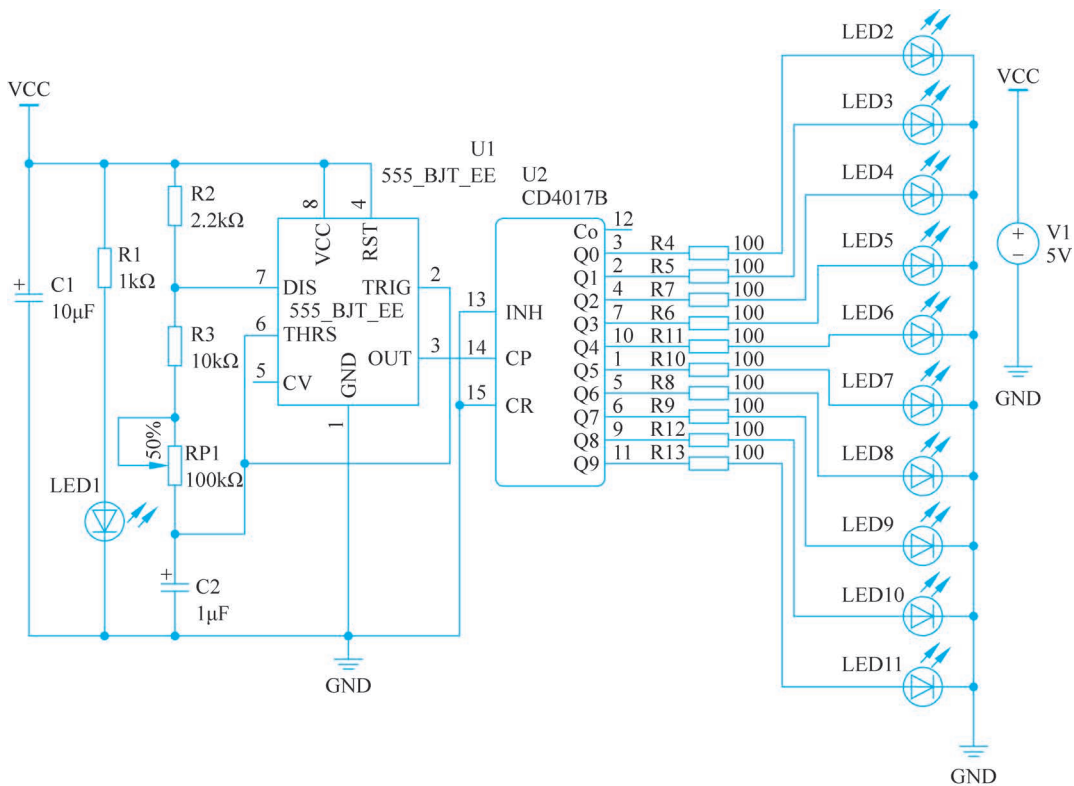

图 3-33 绘制 LED 跑马灯电路原理图
(2) 从“仿真库”中搜索并添加 CD4017 器件,在“常用库”中找到并放置电阻、电容、可变电阻、发光二极管等元器件,并将其按照图 3-33 所示的位置进行放置。
(3) 从“常用库”中的电源中找到电压源_直流源,并按照图 3-33 所示的位置进行放置,设置 V1 的电源电压为 5V。
(4) 单击主界面“电气工具”栏内的标识符 VCC 和 GND 按钮,将 VCC 和 GND 按照图 3-33 所示的位置进行放置。
(5) 单击主界面“电气工具”栏内的“导线”按钮,将这些元器件和电压源按照图 3-33 所示的方式进行连接。